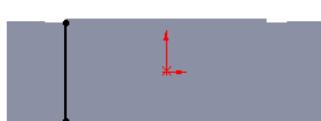
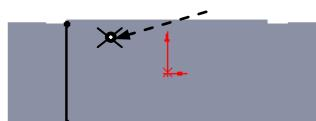

图 11.3.14 绘制的折弯线
图 11.3.15 固定侧的位置
② 定义折弯线草图。在草图环境中绘制图 11.3.14 所示的折弯线。
③ 选择下拉菜单 **插入(I)** →  **退出草图** 命令，退出草图环境，此时系统弹出“绘制的折弯”对话框。
(3) 定义折弯固定侧。在图 11.3.15 所示的位置处单击，确定折弯固定侧。
(4) 定义钣金参数属性。在 **折弯参数(P)** 区域的  文本框中输入折弯角度值 90.0，在 **折弯位置:** 区域中单击“折弯在外”按钮  。
(5) 单击  按钮，完成绘制的折弯 1 的创建。